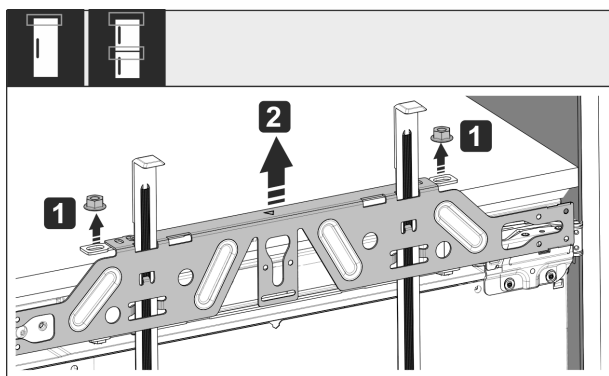

Fig. 58
- ▶ Odvijte protimatice Fig. 58 (1).
- ▶ Snemite pritrdilni prečnik Fig. 58 (2).